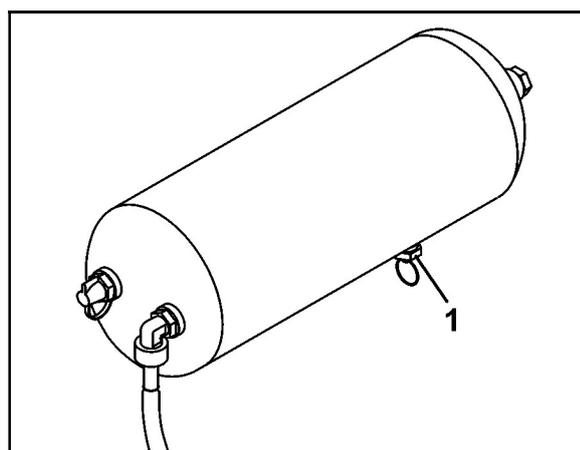

Fig. 105
1. Tirar de la válvula de purga de agua (Fig. 105/1) por la anilla hacia un lado hasta que deje de salir agua del depósito de aire.